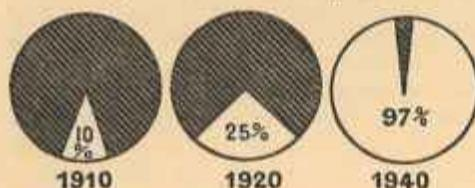

FIG. 29. — Graphique montrant le développement de l'électrification en France.
De plus en plus, le triphasé s'impose, par suite du meilleur rendement de production et de transport, et, aussi, grâce aux surprenantes qualités des moteurs asynchrones (§ 77). L'électrification des campagnes, vaste programme en voie de réalisation (fig. 29), a choisi le triphasé ; et les turboalternateurs triphasés (2) sont sans doute les machines génératrices de l'avenir, celles qui supplanteront toutes les autres (loin des installations de houille blanche, également propices à l'obtention du triphasé).
25. Distribution de l'énergie électrique. — Dans l'immense majorité des cas, l'énergie électrique est produite dans des usines qui appartiennent à d'importantes sociétés. Nous dirons quelques mots plus tard (§§ 110-114) sur les stations électriques privées, auxquelles on doit recourir lorsque aucune ligne de distribution ne passe à proximité : ce cas, déjà très rare, deviendra prochainement tout à fait exceptionnel (*fig. 29*); et le lecteur pourra se reporter à ce que nous disons à ce sujet, s'il désire se faire une idée de la façon dont l'énergie électrique prend naissance dans les « centrales » (thermiques et hydrauliques).